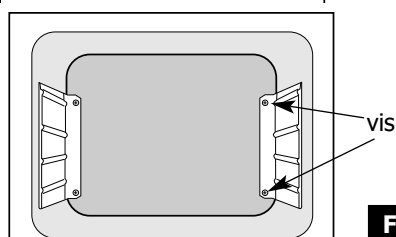

Fig. 2
2. Dévissez les 2 vis maintenant chacune des parois latérales (**Fig.2**). Retirez les parois en les faisant pivoter autour des pattes de maintien situées à l'avant de la cavité (**Fig.3**).